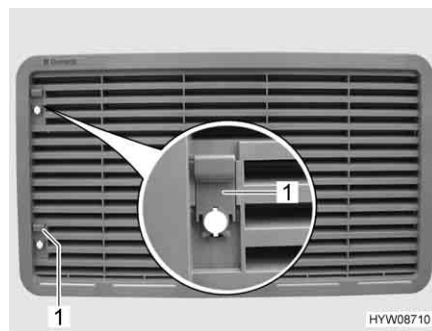
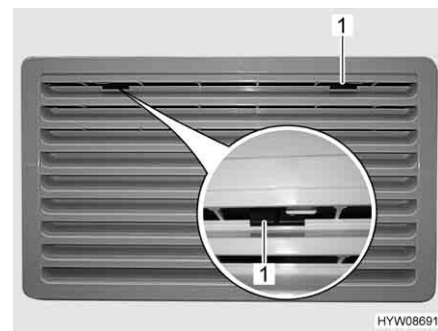

Fig. 137 Griglia di aerazione del frigorifero
Fig. 138 Griglia di aerazione del frigorifero (alternativa)
- A seconda dal modello, fare scorrere il cursore (Fig. 137,1) verso l'alto oppure l'arresto (Fig. 138,1) verso il centro.